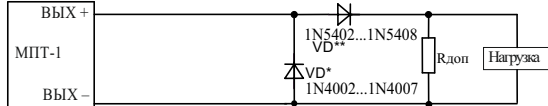

Рисунок 6
5.23 При значении тока, протекающего через нагрузку во включенном состоянии выхода, менее 50 мА, для обеспечения контроля целостности выходных цепей параллельно нагрузке должен быть подключен резистор (Rдоп) (Рисунок 6).
1 – падение напряжения на диоде VD** (Рисунок 6), В;